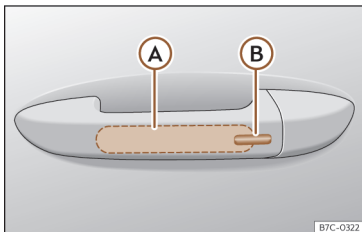

Fig. 47 Poignée de la porte : surfaces sensibles.
>>> **fig. 47**
- Touchez la surface sensible >>> **fig. 47** Ⓑ située sur la face extérieure de la poignée de porte. Tous les clignotants clignotent en même temps.
• Dans les 5 secondes qui suivent, touchez une fois le capteur sur la face extérieure de la poignée de porte >>> **fig. 47 (B)**. Ce faisant, ne saisissez pas la poignée. Le système Keyless Access est temporairement désactivé.
Pour **fermer à l'aide de la fonction confort** toutes les vitres électriques et le toit ouvrant, maintenez appuyé quelques secondes un doigt sur la surface sensible de verrouillage >>> **fig. 47 (B)** de la poignée de porte jusqu'à ce que les vitres et le toit se ferment.